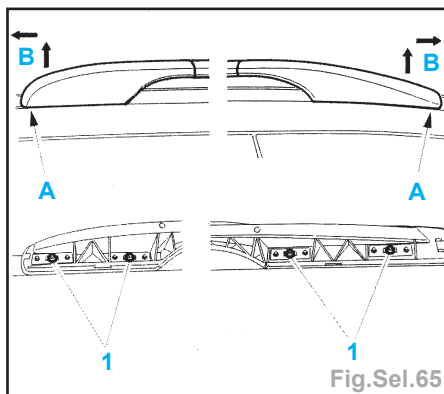

Fig.Sel.65
- Déposer (Fig.Sel.65) :
- les enjoliveurs avant et arrière de barres de toit en les déclippant en (A) suivant (B),
- les fixations (1),